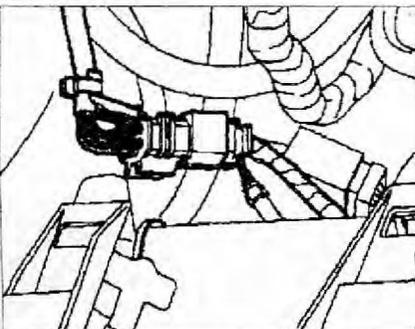

Рис. 2.74. Отсоедините разъем проводки от расходомера топлива.
- отсоедините разъем проводки от расходомера топлива за левой фарой (рис. 2.74).